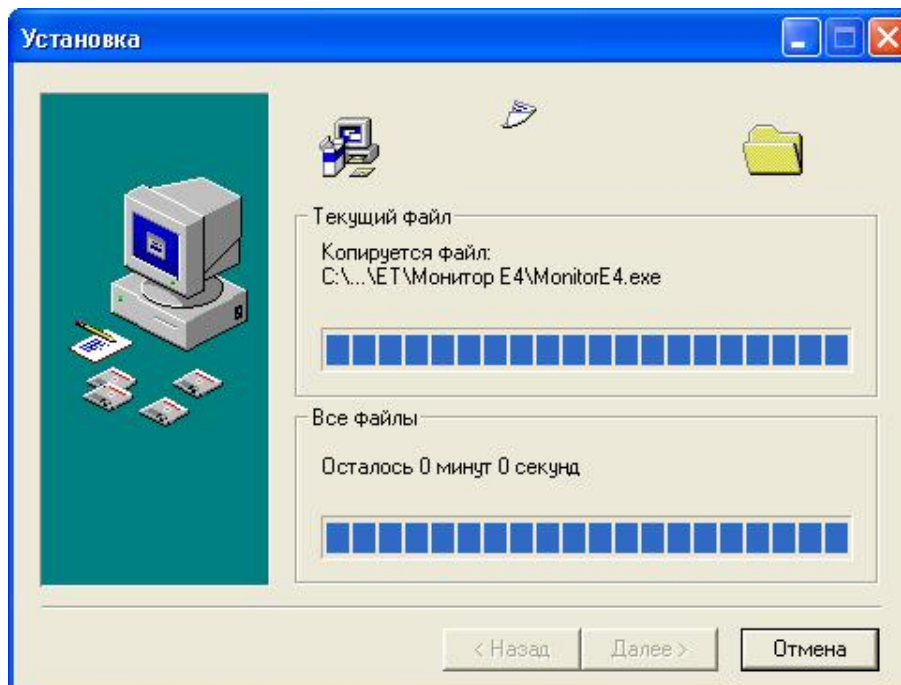

Рисунок 3.6 – Диалог «Установка»
3.3.5 Окно «Установка» информирует о ходе выполнения операции копирования файлов (рисунок 3.6). Пользователь имеет возможность прервать установку, нажав кнопку «Отмена».